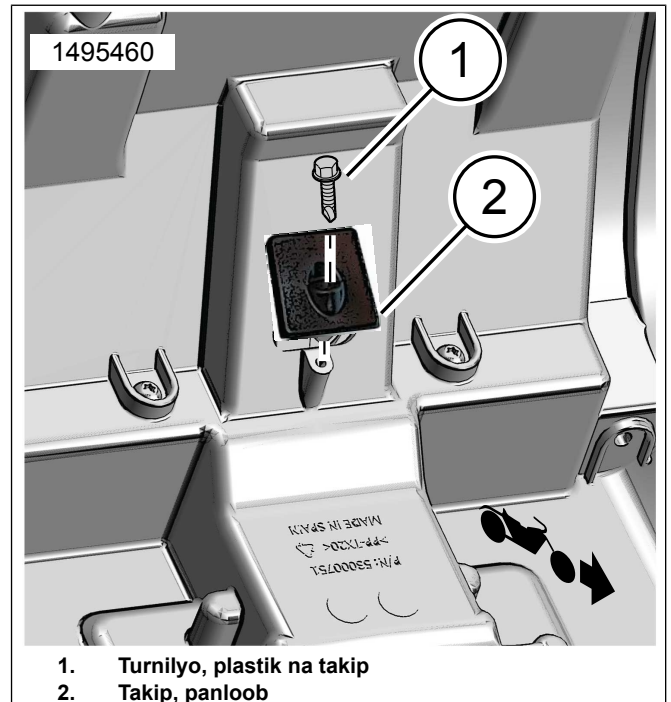

Figure 10. Ikabit ang Panloob na Takip
6. Figure 10 Ikabit ang takip (2) at turnilyo (1). Higpitan gamit ang kamay.